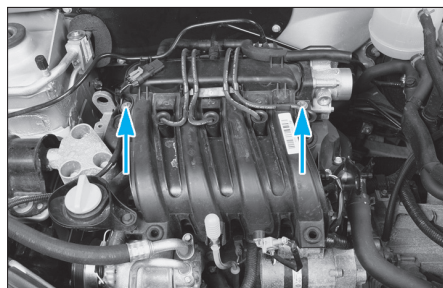

Fig. 35
- les vis de fixation du collecteur d'admission sur le couvre-culasse (Fig.35).